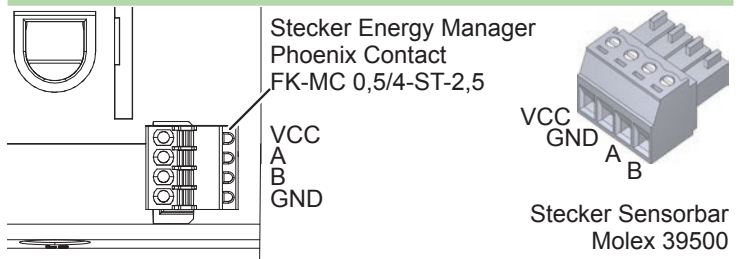

Abb. 4: Verkabelung der Sensorbars mit dem Energy Manager
- ▶ Verbinden Sie die Stecker der Sensorbars und des Energy Manager mit dem Standard-Kabel 2466C. Abb. 4 zeigt die Aderzuordnung.